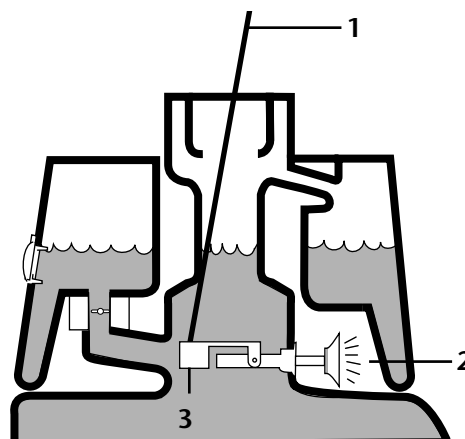
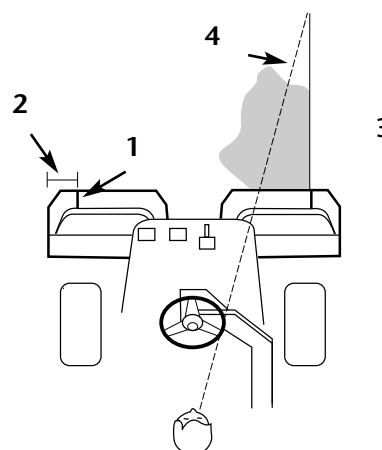

Figure 13
Figure 14
3. Insérer une tige ou une tournevis propre dans le col du réservoir et pousser doucement sur le flotteur du commutateur (Fig. 13). L'alarme devrait résonner au bout d'une seconde.
une ligne sur les bacs, parallèle au bord extérieur de chaque bac (Fig. 13).
3. Empiéter légèrement sur la tonte précédente lors des passages dans l'autre sens. Pour aller droit sur le green et garder la machine à la même distance des bords de la coupe précédente, établir une ligne imaginaire à 2 ou 3 mètres en avant du bord de la partie du green qui n'est pas coupée (Fig. 13 & 14). Certaines personnes trouvent utile d'inclure le bord externe du volant dans cette ligne imaginaire; c.à.d., maintenir le volant aligné avec un point toujours à la même distance de l'avant de la machine (Fig. 14 & 15).